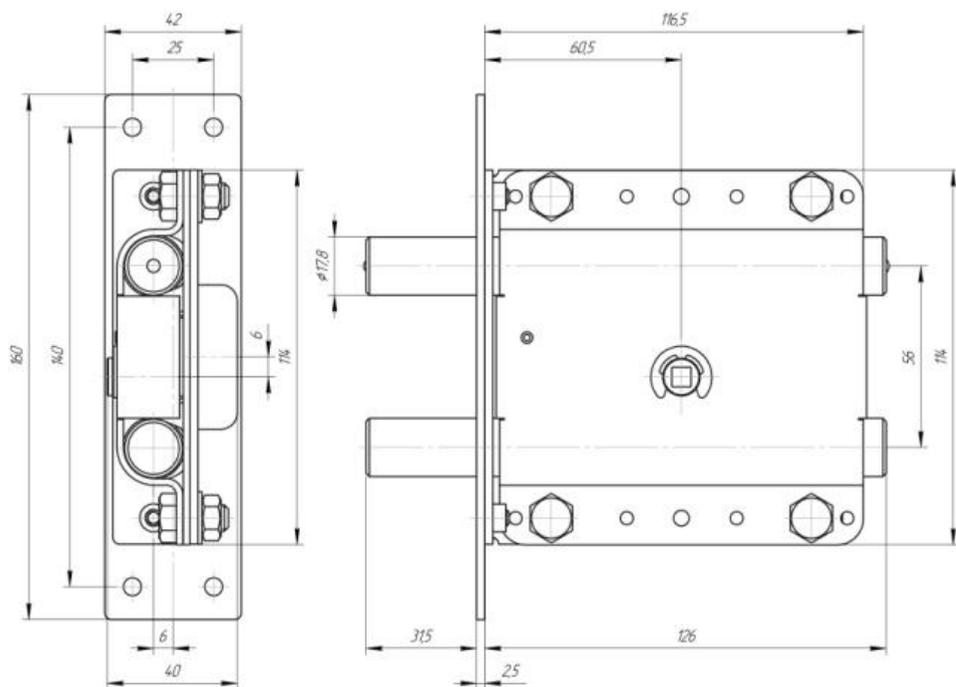

Рис.1
1.3. На рис. 1 приведены габаритно-присоединительные размеры замка «Барьер – Каре М», закрепленного на шасси.
*Примечание. На рис. 1 замок смонтирован на шасси для установки на левую дверь.*